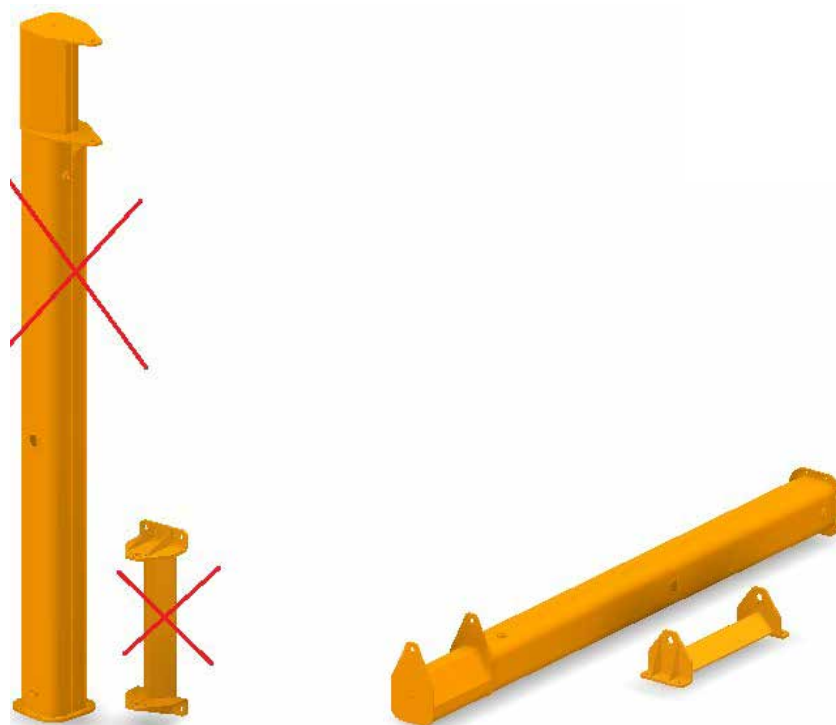

fig.14
- ▶ Todas las piezas o componentes deben ser apoyados o fijados de forma estable en todas las fases de manipulación, transporte y almacenamiento y no se deben volcar o apoyar en posición vertical o en un costado (fig. 14).